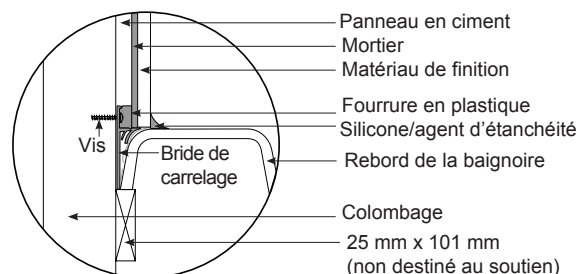

Fig. 17
- Placez la baignoire dans l'alcôve. Vissez la bride sur le montant en bois. Il pourra s'avérer nécessaire de compenser l'unité pour combler tout espace entre le montant en bois et la bride (Figure 17).